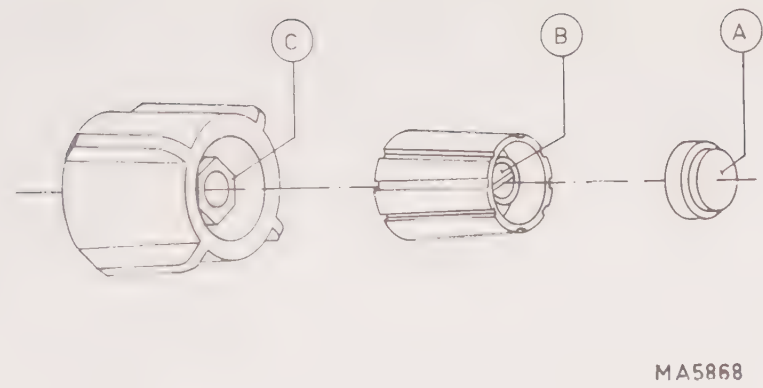

Fig. 3.2. Removing the knobs
3.3.3.1. *Single knobs (Fig. 3.2)*
3.3.3.2. *Double knobs (Fig. 3.2)*